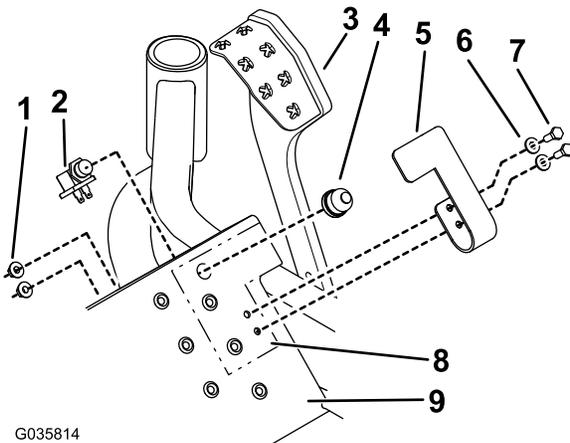

Figure 2
2. Découpez le gabarit de l'interrupteur, alignez le gabarit comme montré à la Figure 2, marquez au pointeau l'emplacement des trous et percez les trous comme suit :
4. Insérez la moitié inférieure de l'interrupteur à travers la face inférieure du plancher incliné en prenant soin de la diriger vers le bas (Figure 2). Vissez la moitié supérieure de l'interrupteur à la main. Ne serrez pas excessivement.
6. Fixez la pédale de relevage assisté à l'aide de 2 vis (1/4 x 3/4 po), 2 rondelles plates (1/4 po) et 2 écrous Whiz-lock (1/4 po), comme montré à la Figure 2.